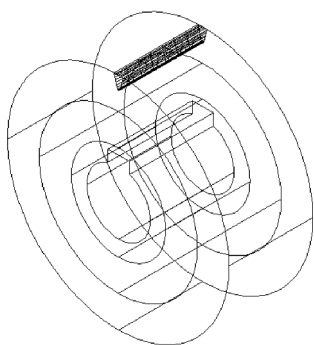

图 13-26 拉伸绘制的齿
7) 选择【常用】功能区|【视图】选项板|【西南等轴测】 ↗ ，观察拉伸后的效果，如图 13-26 所示。